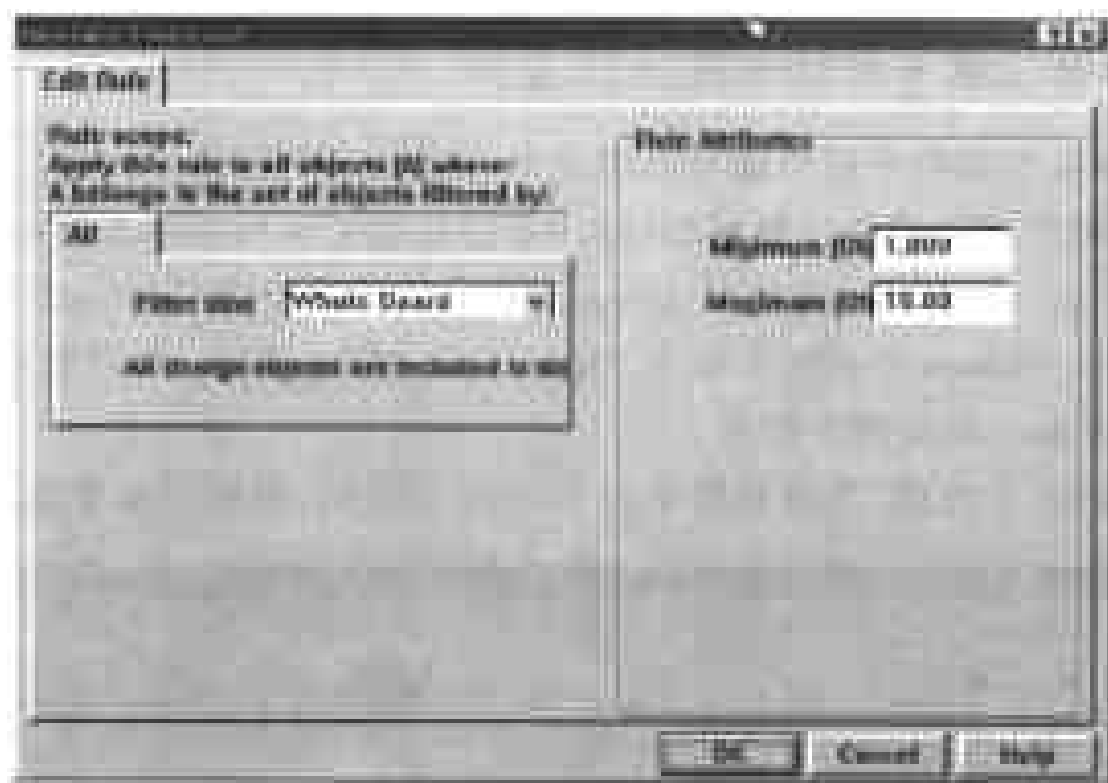

图 9-45 设置阻抗限制的对话框
(1) 选择 Design > Rules,在弹出的 Design Rules 对话框中单击 Signal Integrity 标签,然后在对话框的 Rule Classes 列表框中单击 Impedance Constraint,此时对话框下部方框中包含有 Scope, Minimum 和 Maximum 3 个栏目。
(2) 在对话框下部单击 Add 命令按钮,弹出如图 9-45 所示的对话框,供用户设置新的阻抗限制规则。
(3) 在对话框左边单击 Filter kind 选项的下拉列表框,在弹出的下拉列表中包含有 Whole Board, Net Class 和 Net 3 个选项,供用户设定此规则的适用范围。
(4) 在对话框右边的 Minimum(Others)选项输入框中输入数值,设置最低阻抗;然后在 Maximum(Seconds)选项的输入框中输入数值,设置最大阻抗,这两个选项的设置将反映在 Design Rules 对话框下部方框的 Minimum 和 Maximum 两栏中。